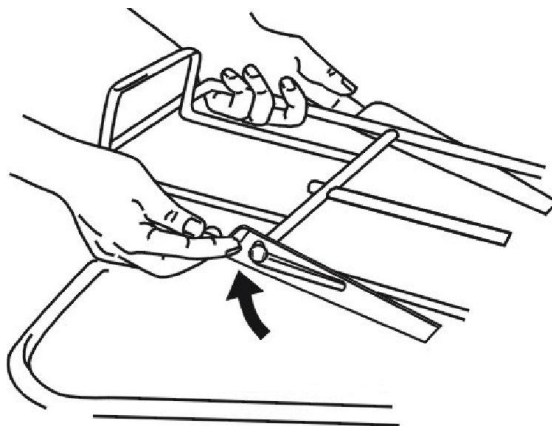

Figura 22: Abbassamento del telaio antishock.
1. Impugnare gli angoli del telaio vicino alle barre di supporto (*figura 22*).